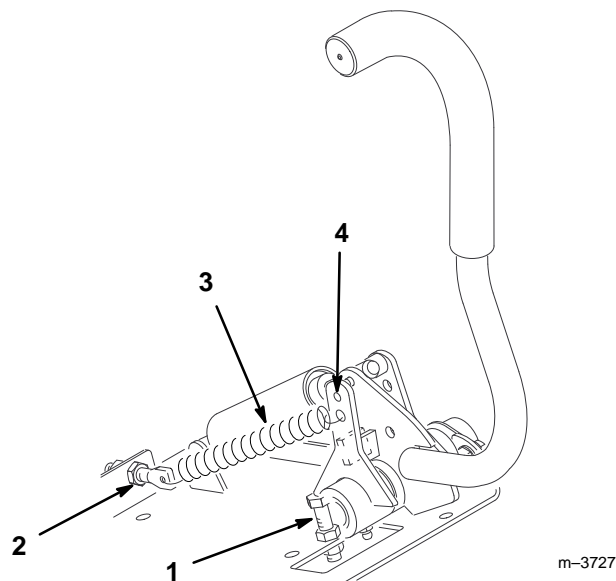

Figure 47
1. Desserrer les écrous du boulon de butée sous l'ensemble de commande (Fig. 47).
1. Pour régler la tension, desserrer les écrous des boulons à oeil d'ancrage des ressorts (Fig. 47).
2. Pour réduire la tension, dévisser les boulons à oeil (Fig. 47) puis serrer les écrous afin de fixer le réglage.
3. Pour augmenter la tension, visser les boulons à oeil (Fig. 47) puis serrer les écrous afin de fixer le réglage.
4. Pour obtenir une tension plus forte, on peut accrocher les ressorts dans le trou extérieur de l'ensemble de commande (Fig. 47).